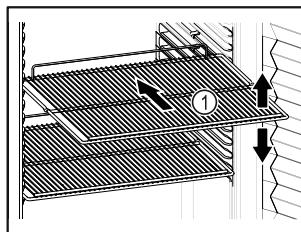

Fig. 88 Beispielhafte Darstellung
- Wenn Ablageflächen Fig. 88 (1) versetzbare sind, Ablageflächen je nach Höhe anpassen.